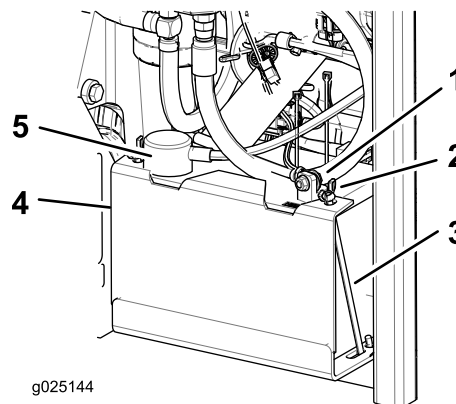

Figure 44
3. Débranchez le câble négatif (noir) de la batterie de la borne négative (-) de la batterie (Figure 44).
4. Enlevez le capuchon rouge de la borne positive (rouge) de la batterie et débranchez le câble positif (+) (Figure 44).
5. Retirez les écrous à oreilles qui fixent les crochets en J (Figure 44).
6. Déposez le dispositif de maintien (Figure 44).
- Placez la batterie dans son support en tournant les bornes à l'opposé du réservoir hydraulique (Figure 44).
- Fixez les câbles avec 2 boulons, 2 rondelles et 2 contre-écrous (Figure 44).
- Reposez le dispositif de maintien et fixez-le avec les écrous à oreilles et les crochets en J (Figure 44).